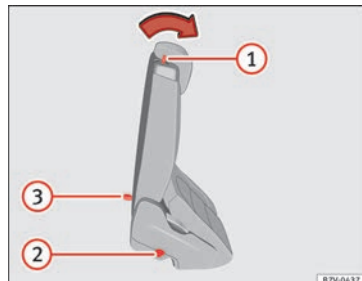

Bild 158 Andra sätesraden: reglage för bekväm instigsfunktion
- Tryck spaken »» **bild 158** ① framåt och fäll ner ryggstödet på baksätet. Det här sätet fälls framåt helt »» ⚠ och kan fortfarande flyttas längre framåt.
- Se till att baksätet har snäppt i ordentligt så att säkerhetsbältena kan ge tillräckligt skydd i baksätena. Den röda markeringen »» **bild 158** ② bör inte längre synas »» ⚠ i Fälla ner baksäten för att öka lastutrymmet på sidan 150.
- Om spaken »» **bild 158** ① inte fungerar, t.ex. efter en olycka, kan sätena på andra raden fällas bakåt från den tredje raden så att passagerarna i tredje sätesraden kan ta sig ut ur bilen »» ⚠.
- Dra spaken »» **bild 158** ③ bakåt och fäll ner ryggstödet på baksätet. Hela baksätet fälls framåt »» ⚠.
- En röd markering på sidan av sätet »» **bild 158** ② visar att sätets ryggstöd inte har hakat i. Markeringen syns inte längre när det har hakat i ordentligt.